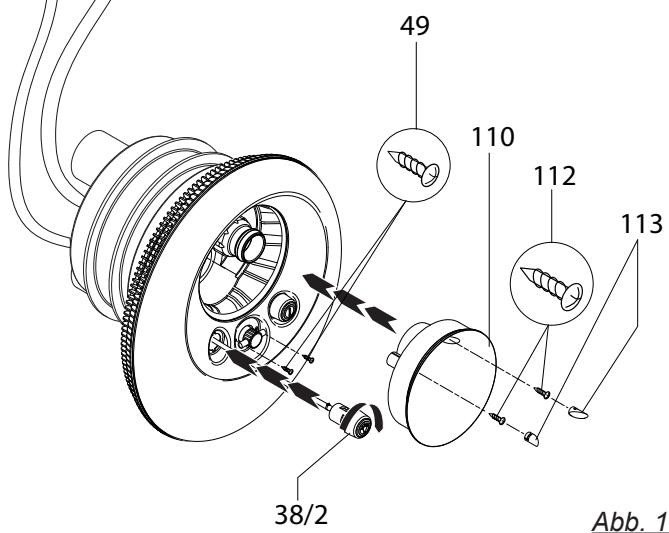

Abb. 13
Die beiden Pneumatiktaster durch die Blende in das Düsengehäuse stecken und durch drehen im Uhrzeigersinn verriegeln. (Abb. 13)
10. Durch das Befestigen der Lichtabdeckung (110) wird die Edelstahlblende (93) zusätzlich fixiert. Dazu die Lichtabdeckung (110) über die Kugeldüse in das Düsengehäuse stecken und mit den beiden Schrauben (112) befestigen. **Die Schrauben nur handfest anziehen. Keine Gewalt anwenden!** (Abb. 13)